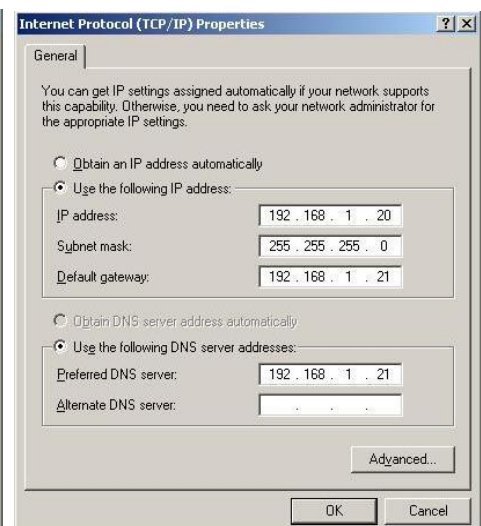

Bild 4
- ▶ Konfigurationsbeispiel (Bild 4) wenn kein DHCP-Server verfügbar ist.